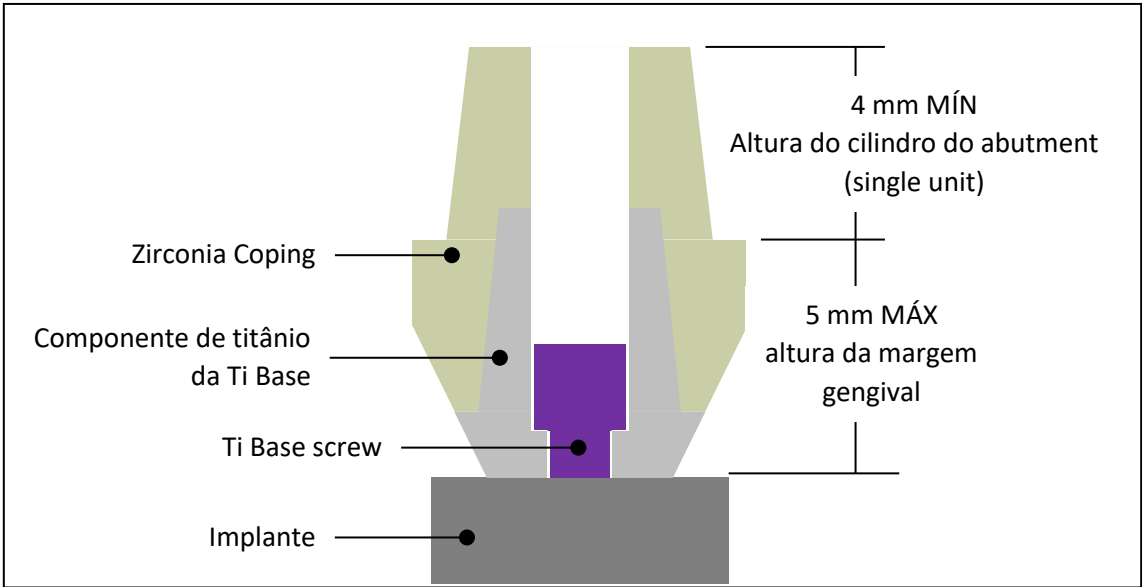

Figura 2 - Limitações de design da Zircônia Copping (superestrutura)
- 5 mm de altura máxima da margem. (ver Figura 2)
- Conical Ti Base abutments com cilindros com uma altura inferior a 4,0 mm destinam-se apenas a restaurações multi-unit. (ver Figura 2)